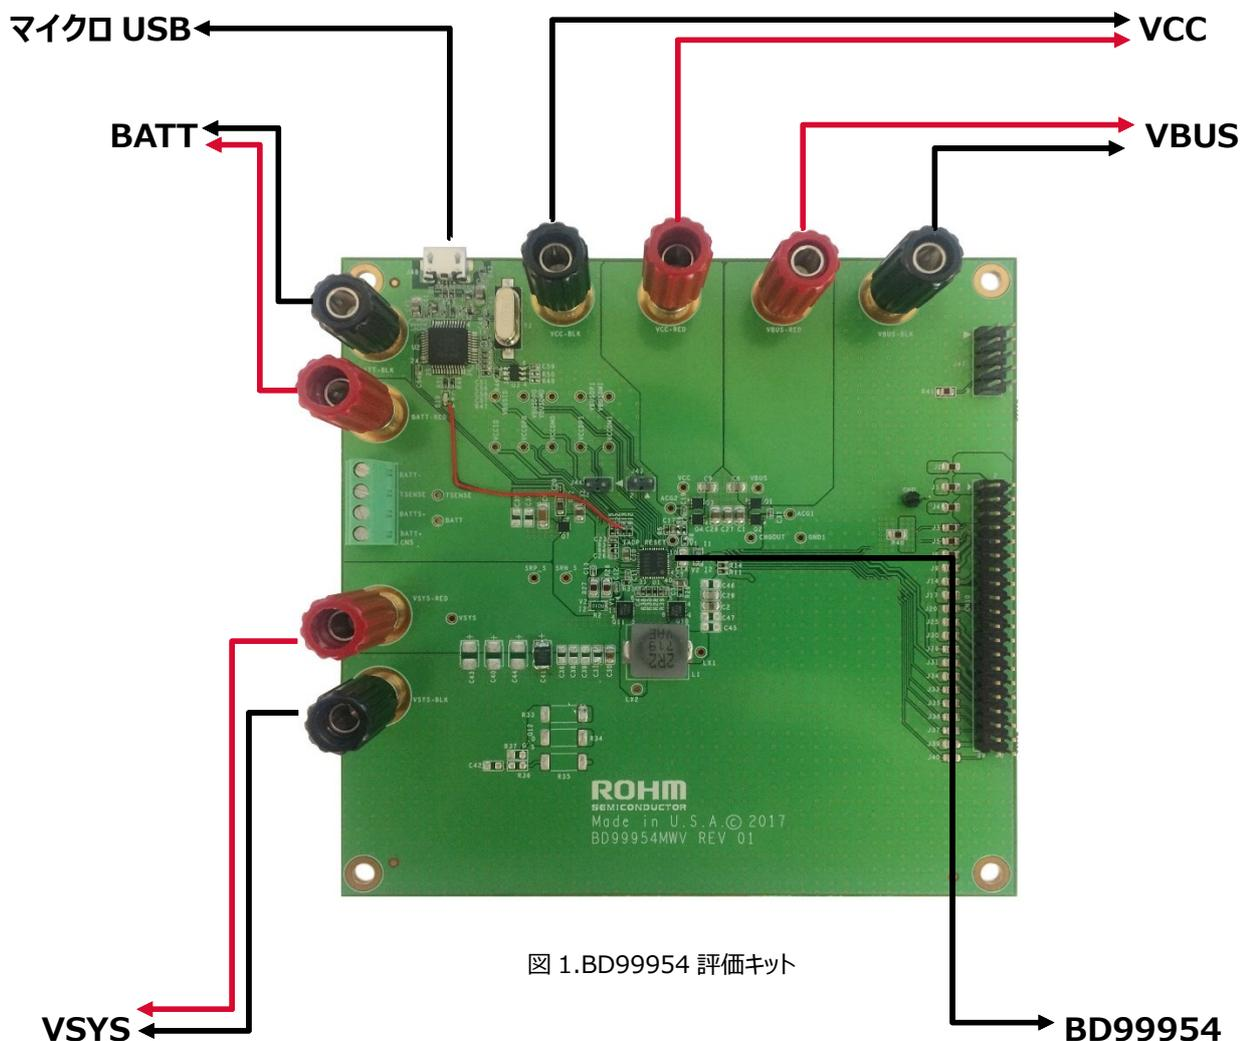

図 1. BD99954 評価キット
1. 電源を VBUS/VCC の各バナナジャックに接続します。BD99954 への電力供給にどちらのノードが使われているのかは BD99954 によって検出されますが、VBUS と VCC (図 1)とを両方とも同じ電源に接続した場合は、VBUS のほうが優先的に BD99954 への電力供給に使われます。これはプログラミングで変更できます。
2. バッテリの充電が正常に機能している場合は、セルを VBATT (図 1)のバナナジャックに接続します。
4. 電源をオンにします。VSYS (図 1)の電圧が約 8.9V になるはずですが、これが、BD99954 にプログラミングしてある電源投入時のデフォルト値です。
5. BD99954 の各レジスタのプログラミングがしたい場合は、基板のマイクロ USB ポート(図 1) (J48)とコンピュータの USB ポートとを接続してから BD99954 I2C Control Software を利用してください。